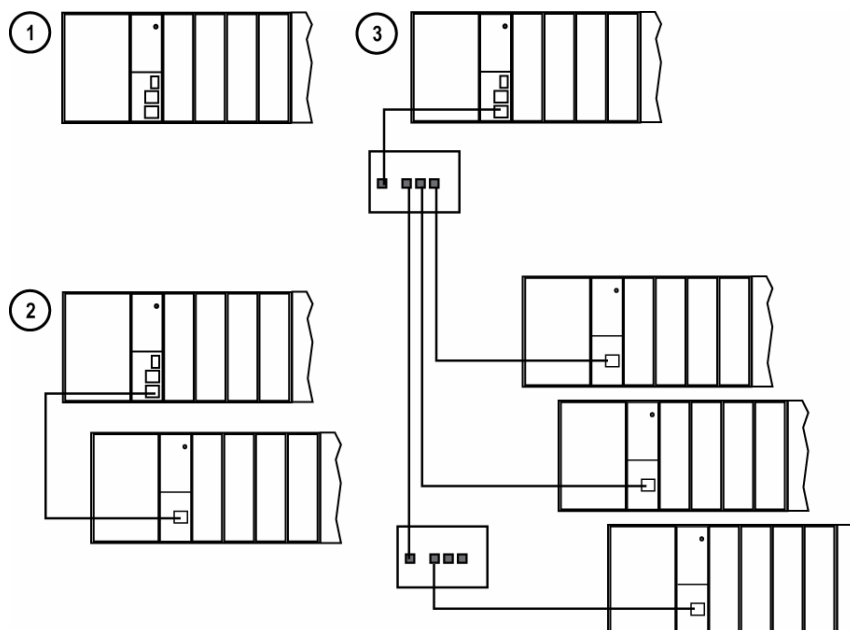

Figura 18 – Configuraciones del controlador HC900
En Figura 18 se muestran ejemplos de configuraciones de expansión de E/S para el controlador HC900.
En Figura 18, cualquiera de los bastidores que se muestran en cada configuración del controlador puede pertenecer a las versiones de 4, 8 ó 12 ranuras.
- En la figura 18, cualquiera de los bastidores que se muestran en cada configuración del controlador puede pertenecer a las versiones de 4, 8 ó 12 ranuras. La fuente de alimentación de E/S redundante no se encuentra disponible con la versión de 4 ranuras.